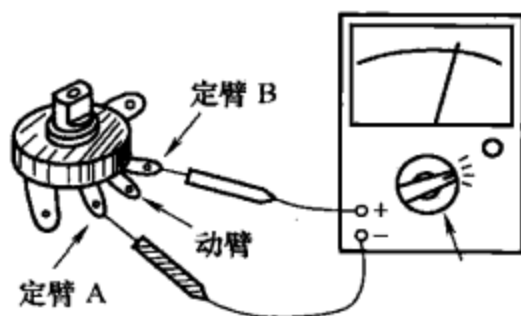

图 1-44
(2) 万用表两表笔（不分正、负）分别与电位器的两定臂相接，表针应指在相应的阻值刻度上，如图 1-44 所示。如表针不动、指示不稳定或指示值与电位器标称值相差很大，则说明该电位器已损坏。